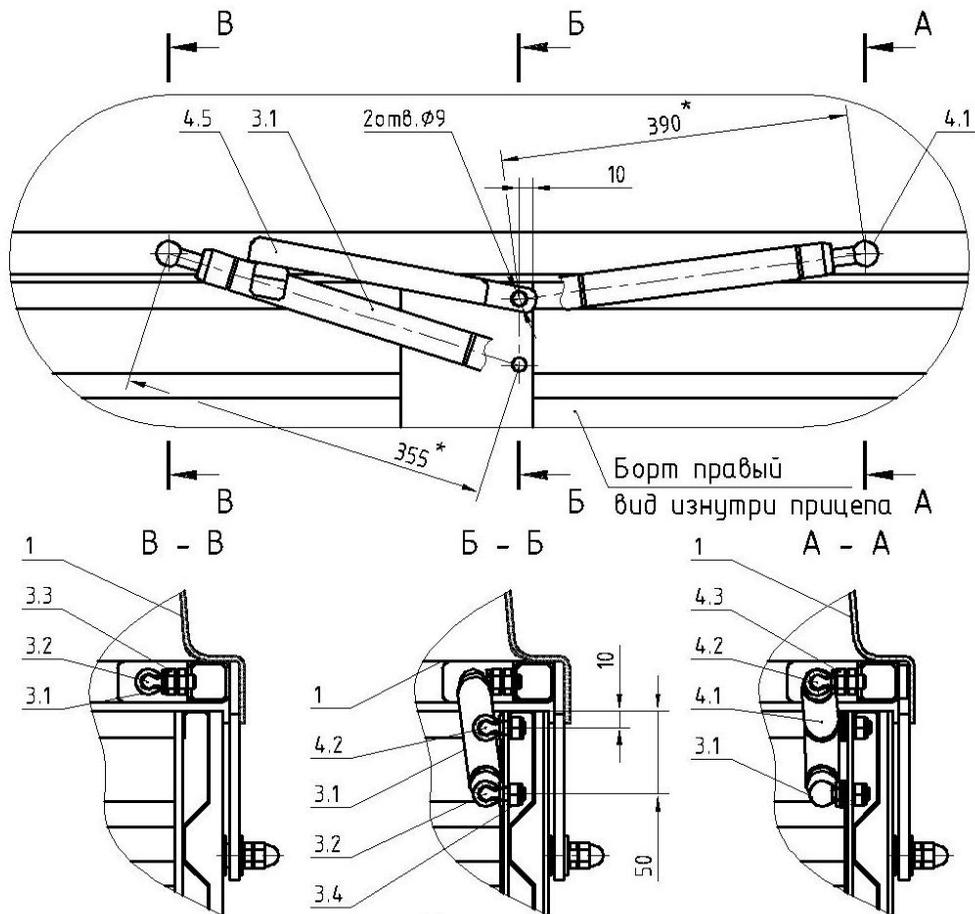

Рисунок 2.
10. Прикрутить верхние шаровые шарниры 3.2 и 4.2 через дистанционные гайки 3.3 и 4.3 (рис. 2, сечение А-А и сечение В-В).
11. Просверлить отверстие $\varnothing 9\text{мм}$ в левом и правом борту прицепа на расстоянии 10мм и 50мм от верхнего края борта и 10мм от заднего края стойки, как показано на рис.2.
12. Прикрутить нижние шаровые шарниры 3.2 и 4.2 (рис. 2, сечение Б-Б).
14. Установить стопоры газовых упоров 4.5 (рис. 2).